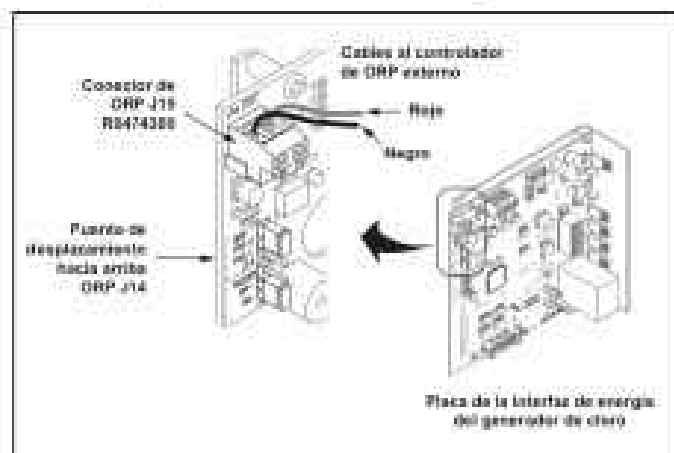

Figura 6. Conexión de ORP
Para conectar el controlador químico TruDose a un clorador de agua salada Jandy, deberá conectar el cable de 24 VCC preinstalado del controlador químico TruDose a la placa de interfaz de energía (PIB) del bloque de alimentación del clorador de agua salada. El puente de ORP de la PIB del bloque de alimentación del clorador de agua salada deberá desplazarse a la posición 2. Consulte la Figura 6 para obtener instrucciones sobre cómo desplazar el puente de ORP a la posición 2 en la PIB del bloque de alimentación.
2. Desplace el puente de ORP de los dos pines inferiores a los dos pines superiores. Consulte la Figura 6.
3. Conecte el cable de TruDose de 24 VCC al conector dedicado de 2 pines J15 de la PIB del bloque de alimentación de AquaPure. Consulte la Figura 6.
NOTA: El cable negro debe conectarse a la izquierda y el rojo a la derecha. Consulte la Figura 6.